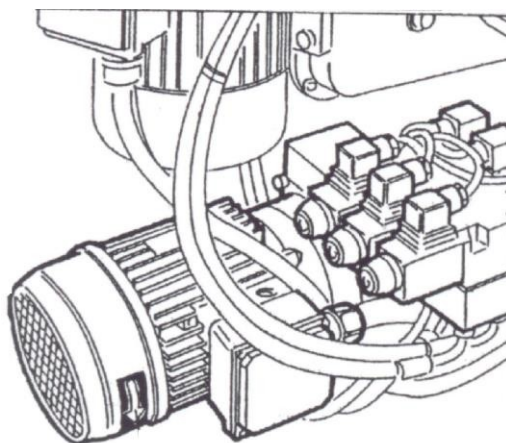

Рисунок 4. Гидростанция
4.2.4 Гидростанция (Рисунок 4) является составной частью гидрооборудования станда, куда входят наряду с ней: гидроцилиндры зажима, перемещения каретки и рычага, а также рукава высокого давления, фитинги и т.д..